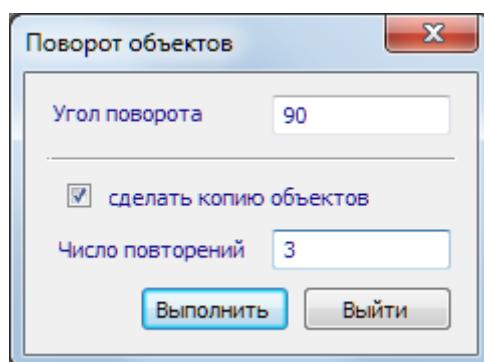

Рис.2.4. Диалоговое окно Поворот объектов
- В диалоговом окне задайте следующие данные (рис.2.4):